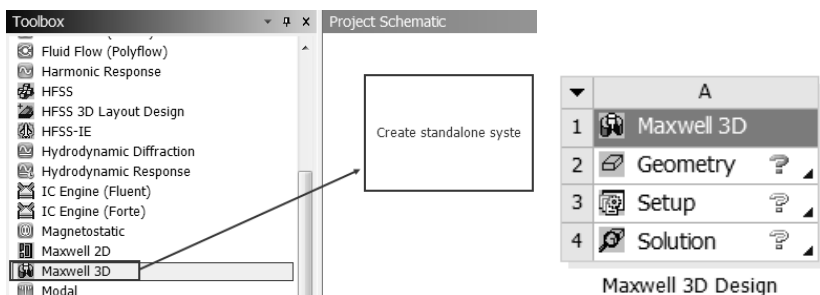

图 19-4 创建电磁分析环境
Step1: 创建电磁场分析。在 Workbench 左侧 Toolbox (工具箱) 的 Analysis Systems 中选择 Maxwell 3D 选项并按住左键不放将其拖到右侧的 Project Schematic 窗口中,此时即可创建一个如同 Excel 表格的工程分析流程表 A,如图 19-4 所示。